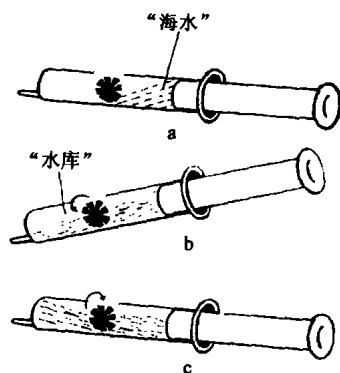

图 2 潮汐能发电原理装置
①将水轮机水平放置,装入活塞(插入深度 2cm 左右,以刚堵住注射器外筒为宜)。
②用手堵住注射器装针口,往注射器的开口处注入适当的水,把注射器外筒右边里的水当作“海水”。如图 2 中的 a 所示。